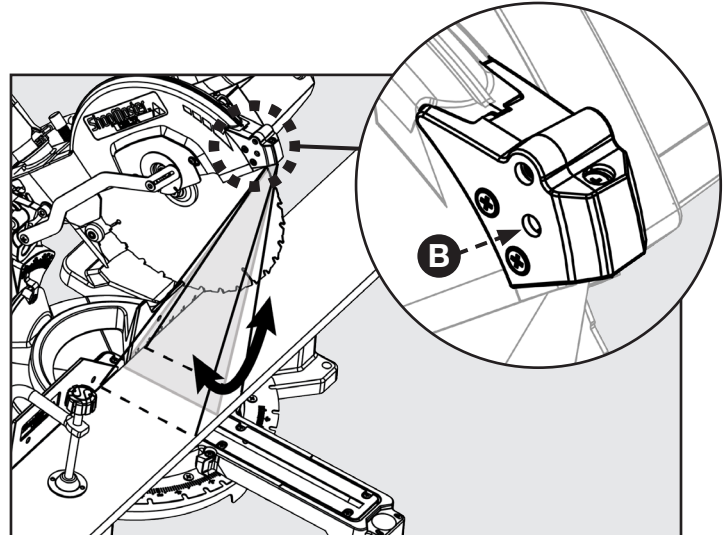

FIGURE 24
Consultez la figure 24 et suivez les instructions suivantes si vous remarquez que la ligne du laser ne demeure pas parallèle avec la lame lorsque la tête de la scie est baissée pour effectuer une coupe : tournez la vis (B) avec un tournevis à tête cruciforme pour ajuster l'angle vertical du laser.